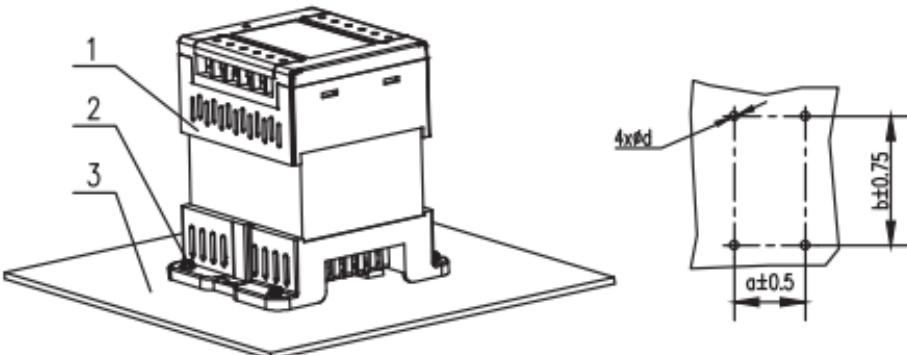
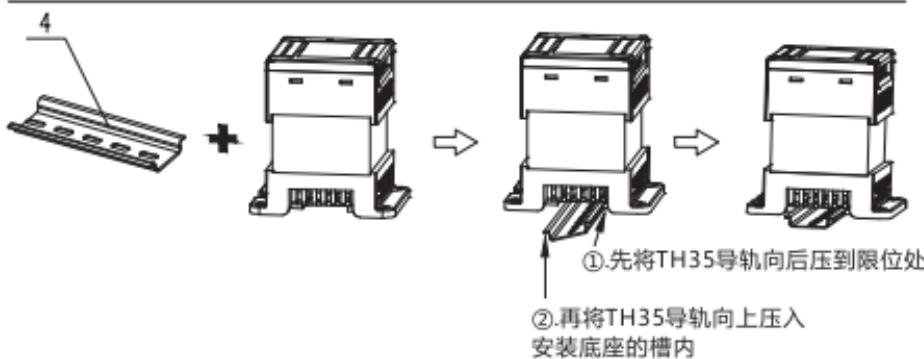

图2 NDKH-25~200底板安装示意图
图3 NDKH-25~200 TH35导轨安装示意图
- 6.3 变压器的安装条件应符合3.2条规定，安装示意图见图2、图3及表6、表7。
表7 图2和图3的序号说明